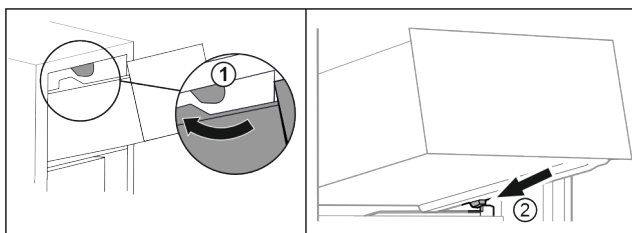

Fig. 77
- Guider le tiroir en contournant les butées supérieures. Fig. 77 (1)
- Placer le tiroir, en l'inclinant, derrière les butées inférieures sur la nervure de récipient. Fig. 77 (2)